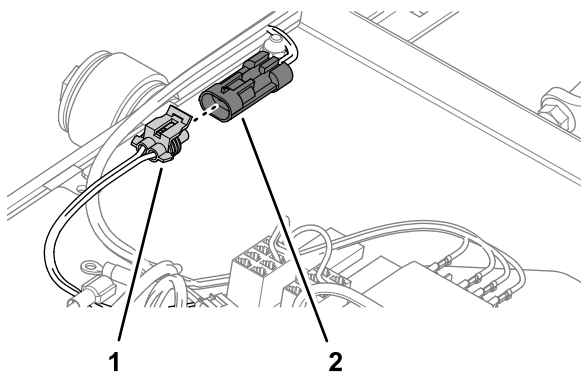

Рисунок 9
- Подсоедините 2-гнездовой разъем ответвления длиной 20 см от жгута проводов из комплекта к 2-штыревому разъему переходного жгута проводов панели переключателя (Рисунок 9).